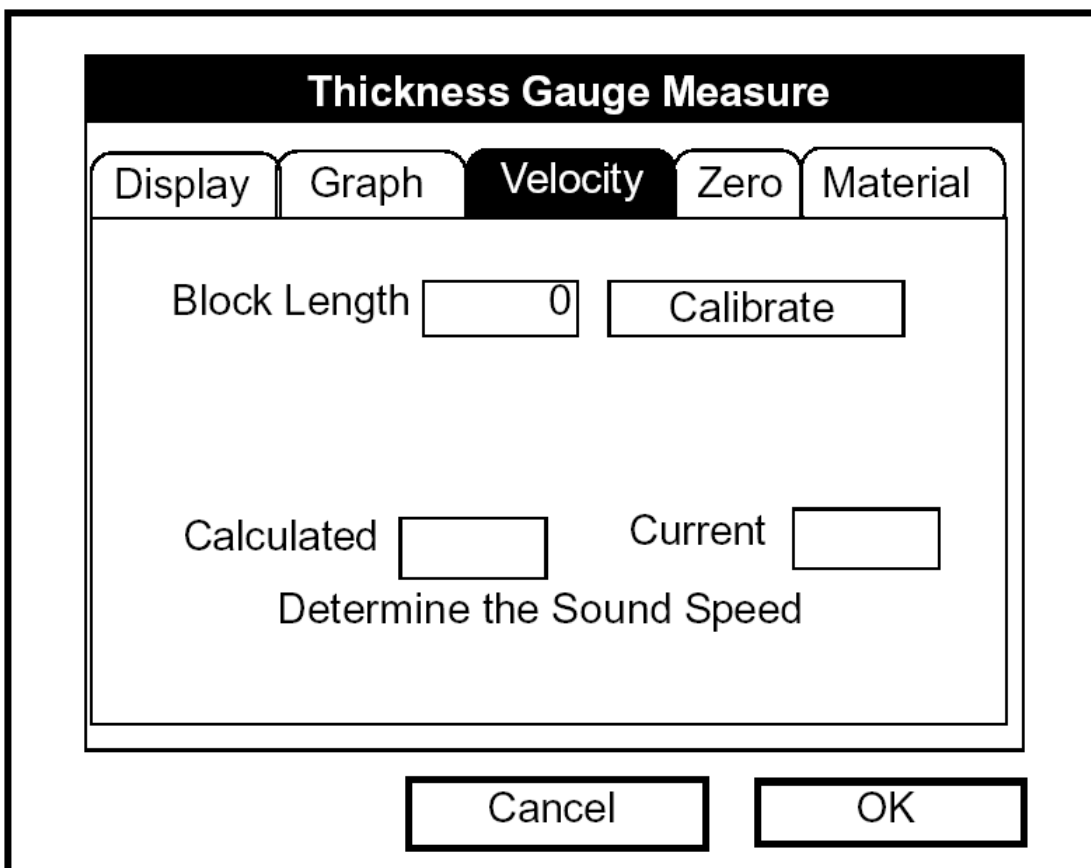

Рис. 9-10: Окно скорости звука
Для открытия окна Velocity (скорость) нажимайте клавишу со стрелкой [◀] или [▶] до тех пор, пока не достигнете закладки Velocity и нажмите клавишу [ENTER]. На экран будет выведено изображение подобное приведенному ниже рис. 9-10.
1. Перейдите к закладке Velocity, как показано выше на рис. 9-10. Нажмите клавишу [ENTER].